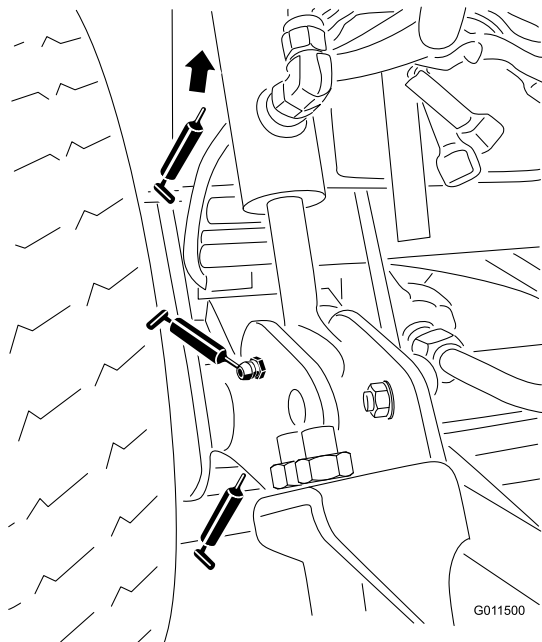

Figure 46
- Bagues de bras de relevage (2) (Figure 46).
- Bagues de vérin de relevage (4) (Figure 46).